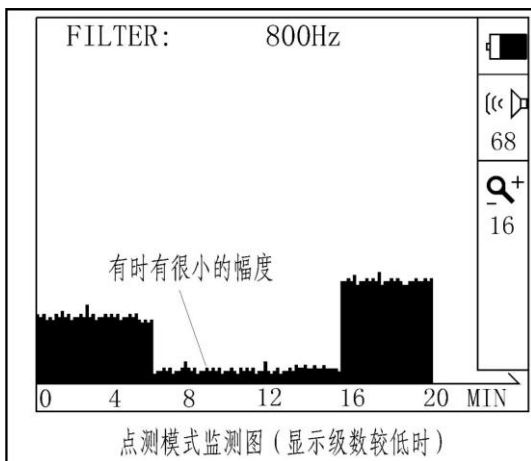
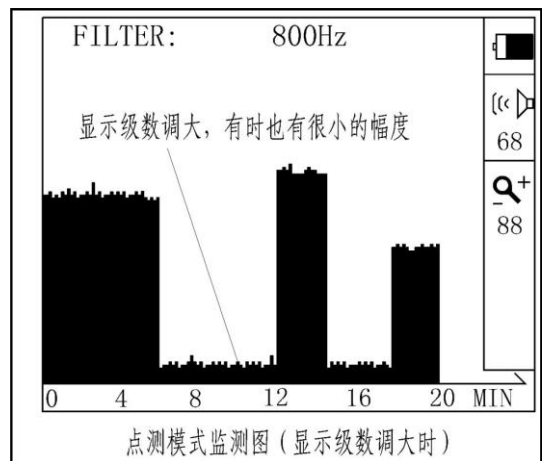

图 9.6
图 9.7
- a) 如果无论将显示级数调小或调大，凹处的幅度都很小，可判断该处附近**无漏点**（见图 9.6 和图 9.7）：